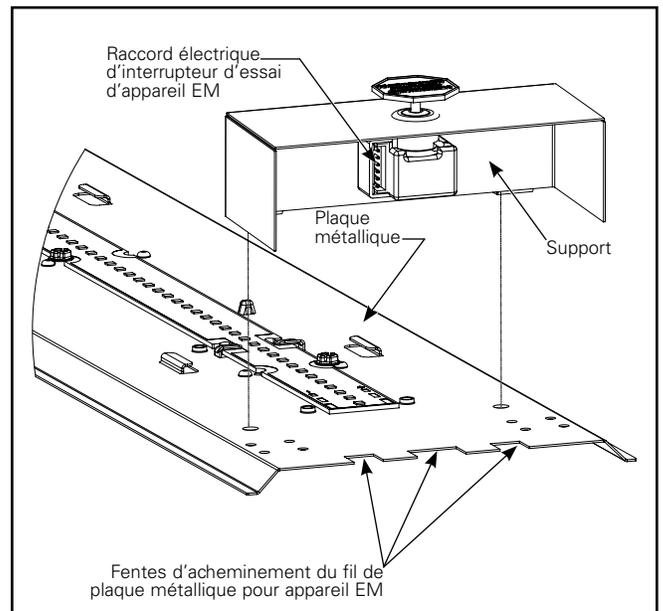

Figure 9.
2. Raccordez le connecteur de câble blanc de l'appareil EM à l'interrupteur d'essai puis réinstallez le support en vous assurant que le câble se trouve à l'intérieur du support (Figure 9). Effectuez les raccords d'entrée de courant (assurez-vous que le courant est hors tension).